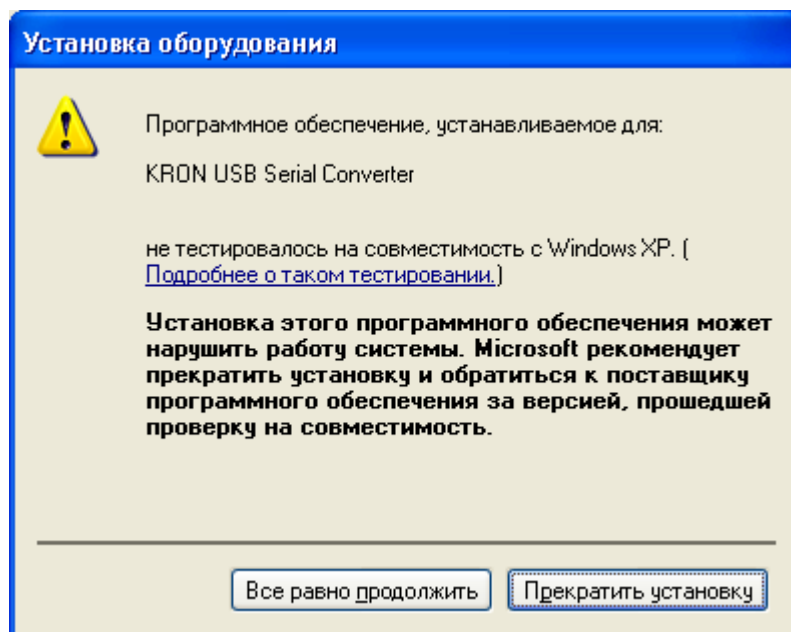

Рис.8.
3.6. Пройгнорируйте сообщение системы безопасности Windows об установке неподписанного драйвера, нажав кнопку "Все равно продолжить", как показано на рис.8.